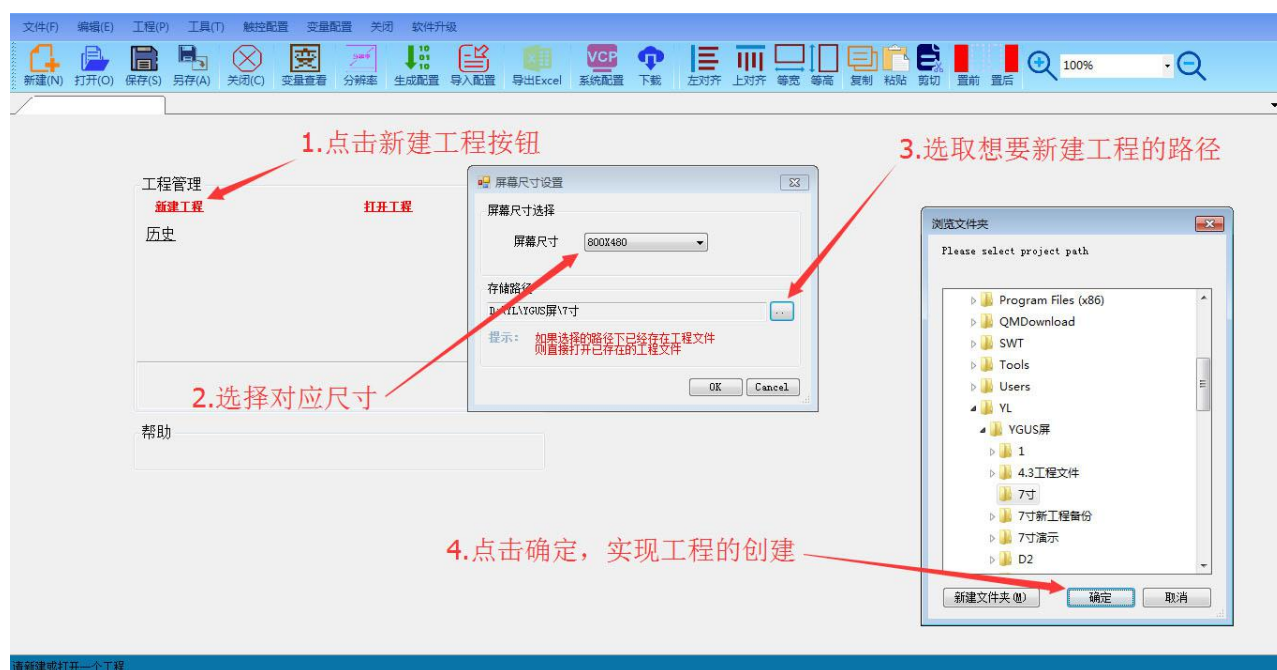

图 2.5 KGUS 软件新建工程详解
2. 打开 KGUS 软件打开新建工程，并根据提示选择自己希望创建工程的文件夹，然后点击 OK 按钮。即可进入 KGUS 工程制作步骤，如图 2.5 所示。